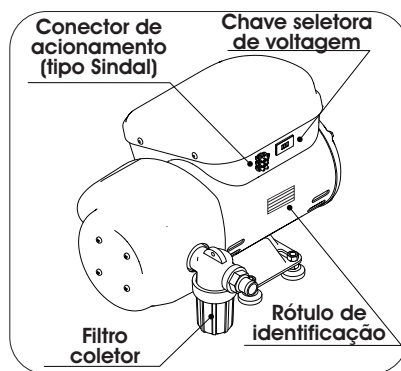

Fig. 6
- ▶ Conecte o filtro coletor de resíduos na entrada de sucção (Fig. 6, pág. 8), a seguir conecte a mangueira corrugada no filtro coletor. Lembre-se de inserir a braçadeira antes de encaixar a mangueira, aperte-a com firmeza;
Antes de realizar o contato tenha sempre à mão o modelo do seu equipamento, voltagem, número de série e data de fabricação que se encontram no rótulo de identificação localizado na parte posterior do equipamento (Fig. 6, pág. 8) e uma descrição do problema.